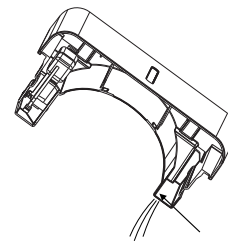

Fig.7
- Aruncați apa din orificiul de evacuare (vezi Fig. 7) și puneți recipientul la loc. Recipientul trebuie să fie instalat corect pentru ca aparatul să funcționeze corespunzător.